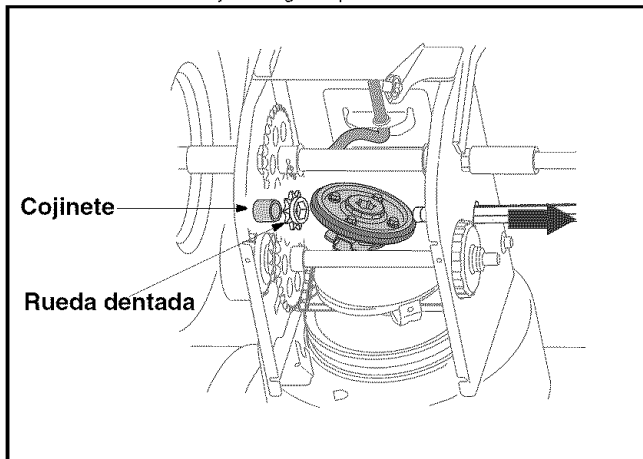

Figura 19
- Sosteniendo el montaje de la rueda de fricción, deslice el eje hexagonal hacia la derecha. Vea la Figura 19. El separador del lado derecho del eje hexagonal puede caer.